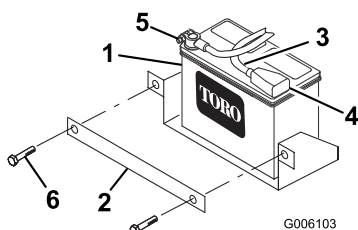

Figura 5
- Inserire la batteria nella macchina e fissarla con la fascetta e i dispositivi di fissaggio rimossi precedentemente (Figura 5).
- Utilizzando il bullone ed il dado forniti con la batteria, collegare il cavo positivo (rosso) al polo positivo (+) della batteria (Figura 5). Infilare il cappuccio di gomma sul polo della batteria.
- Utilizzando il bullone ed il dado forniti con la batteria, collegare il cavo negativo (nero) al polo negativo (-) della batteria (Figura 5).